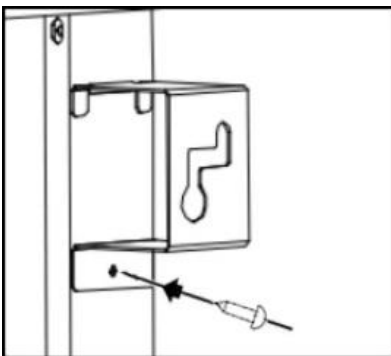

Abb. 1
- 1) Stecken Sie die Metallstützen in die Schlitz auf der Rückseite des Geräts und befestigen Sie sie mit Schrauben. (Abb. 1)